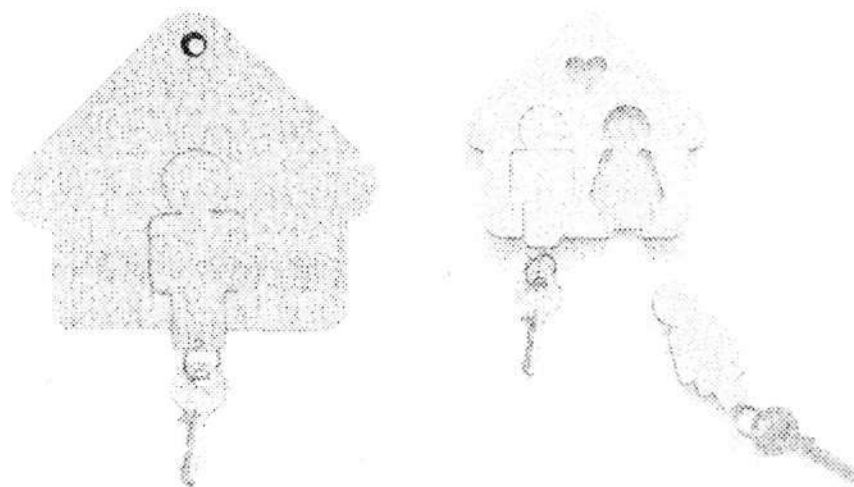

Рис. 1. Образцы декоративных ключниц
2. Разработать чертеж брелока для подвески ключа в М2:1 (См. образцы Рис. 1.). Образцы не копировать!